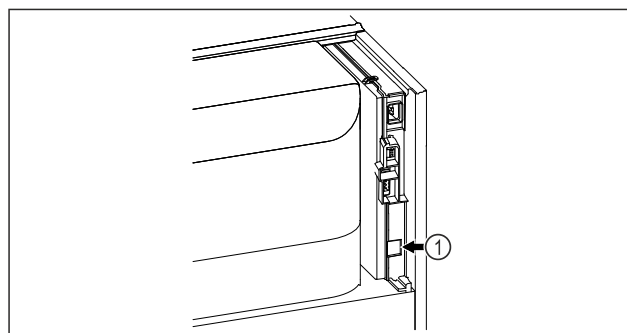

Fig. 147
- ☐ SmartModule Fig. 147 (1) ist eingesetzt.